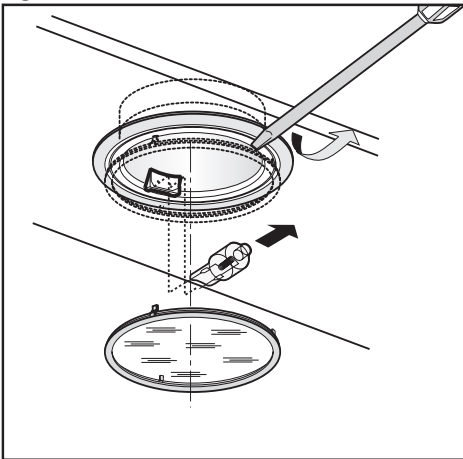

Fig.11
• **Sostituzione delle lampade alogene (Fig.11).**